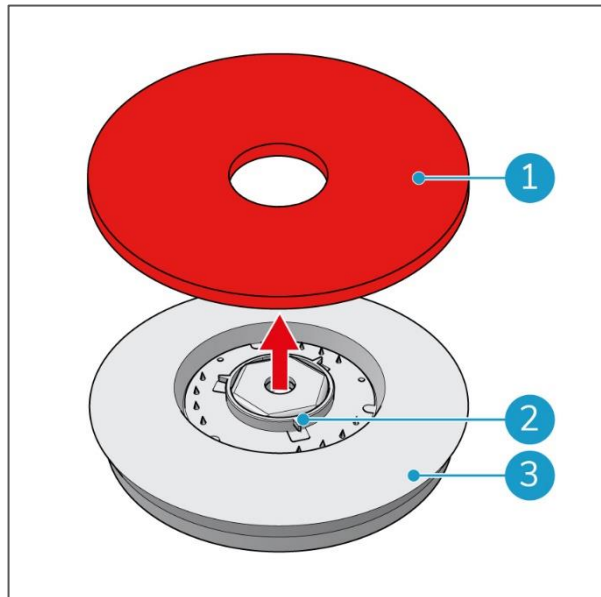

Figura 45
2. Comprueba el estado de las almohadillas de disco (Figura 45, pos. 1). Si se ven aplastadas, pierden su función y deben sustituirse.
3. Saca la almohadilla de disco de las tres pestañas de bloqueo (Figura 45, pos. 2) y retira la almohadilla del soporte (Figura 45, pos. 3).